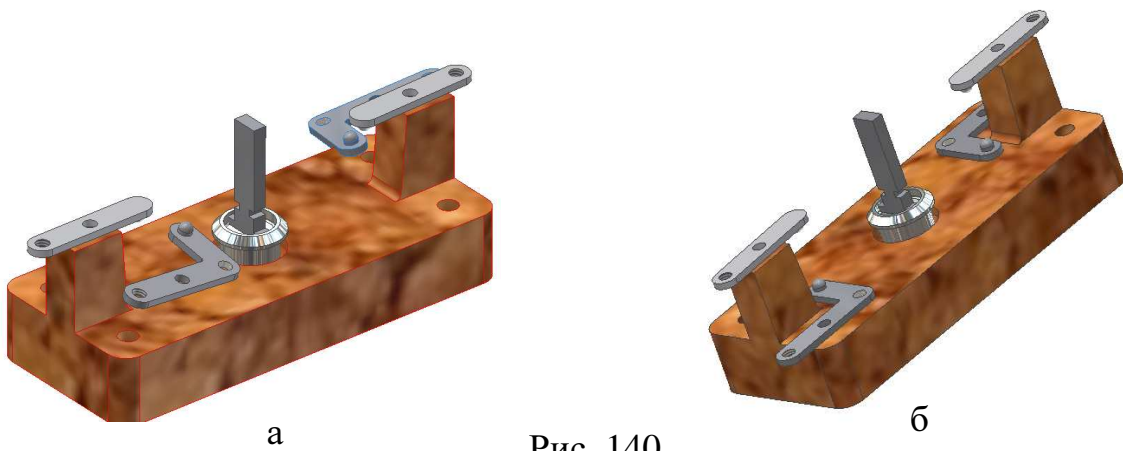

Рис. 140
Разместите на детали два экземпляра Kontakта 2, рисунок 140 а.
- 3) **совмещение между плоскостью корпуса и нижней плоскостью контакта.** Те же зависимости наложите для второго контакта (рис. 140 б). Сохраните файл.